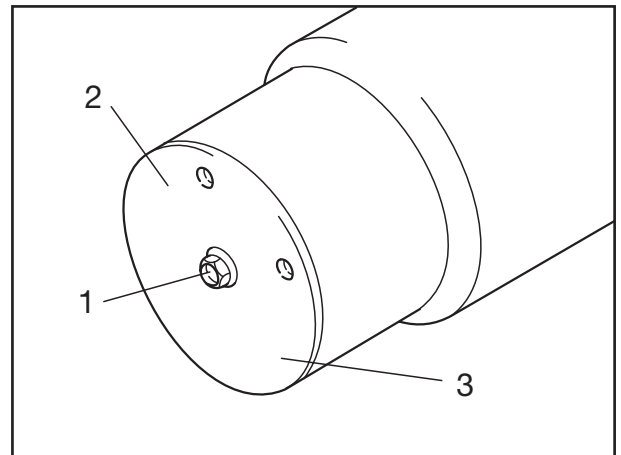

Fig. 9
- [3] Sicherungsschraube (Fig. 9/1) mit Schlagschrauber heraus-schrauben und Deckel (Fig. 9/2) von der Federglocke (Fig. 9/3) abnehmen.
- [7] Sicherungsschraube (Fig. 9/1 und 11/1) mit einem Anziehdrehmoment von 230 Nm festziehen.
- [3] Use an impact driver to unscrew and remove the locking screw (Fig. 9/1) and remove the cover (Fig. 9/2) from the piston (Fig. 9/3).
- [7] Tighten the locking screw (Fig. 9/1 and 11/1) with a tightening torque of 230 Nm.
- [3] Extraire la vis de sûreté (Fig. 9/1) avec une visseuse à percussion et ôter le couvercle (Fig. 9/2) du piston de ressort (Fig. 9/3).
- [7] Serrer la vis de sûreté (Fig. 9/1 et 11/1) à un couple de 230 Nm.